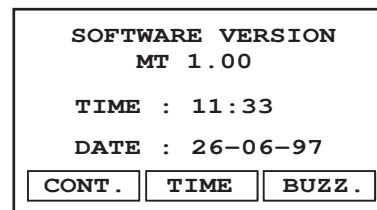

Fig.35. Menú de instalación
1. Pulsar la tecla SET UP; véase menú de instalación en la fig. 35.